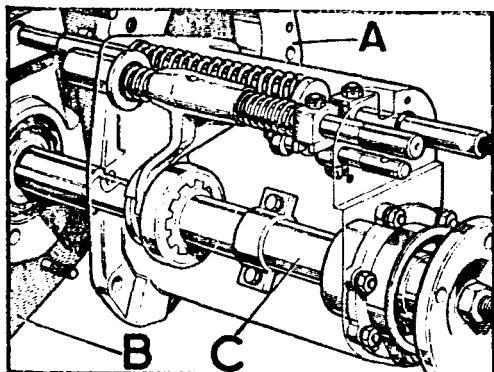
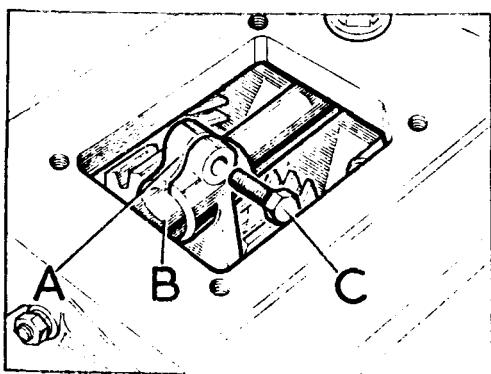

Fig. C1-49 Instalación de la caja del eje de salida en la reductora
Fig. C1-50 Conjunto de la horquilla selectora de la caja reductora
- 2.3. Cubrir ambas caras de la junta, B, (Fig. C1-49) con compuesto sellador Hermetical 600 y colocarla en su sitio sobre la caja reductora.
- 2.4. Situar la caja de salida, C (Fig. C1-49), en la reductora, A, haciendo pasar el eje selector, B (Fig. C1-50) a través de la horquilla, A.
- 2.5. Completar el montaje siguiendo un orden inverso, asegurándose que el tornillo - fiador, C (Fig. C1-50), encaja en la ranura de la barra corredera.